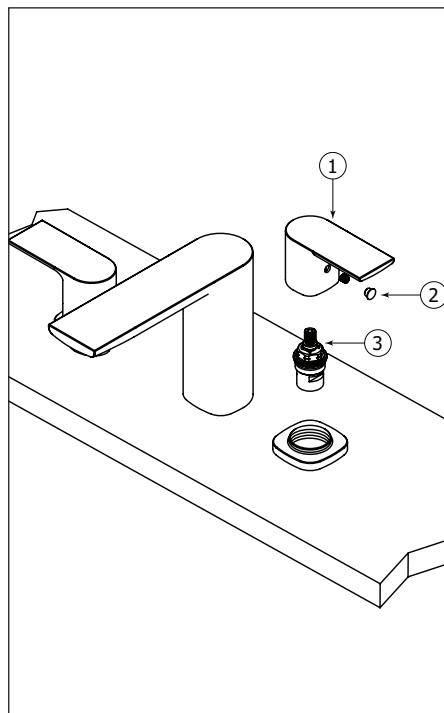

Fig.5
Start by shutting off water supply lines and then turn on the faucet handles to drain the water. To replace the cartridge (3), pull out the handle (1) by unscrewing the screw (2) first. Replace with new cartridge and reassemble by reversing steps. (Fig. 5)
Premièrement, couper l'alimentation d'eau et ouvrir le robinet pour le vider. Pour remplacer la cartouche (3), enlever la poignée (1) et la vis de retenue (2). Remplacer la cartouche avec la nouvelle et puis inverser les étapes pour le réassemblage (Fig. 5).